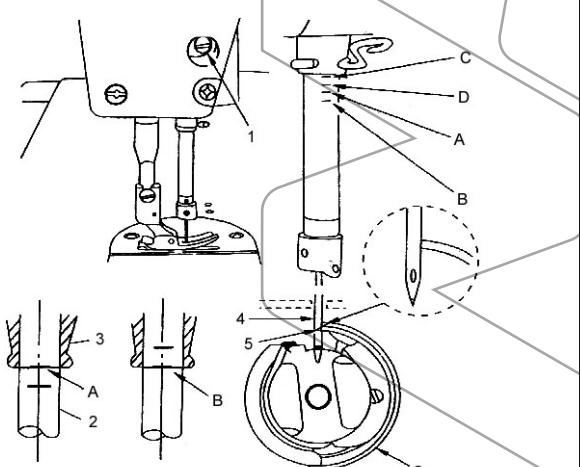

Fig. 20
14. RELAÇÃO ENTRE AGÜLHA E LANÇADEIRA (FIG. 20)